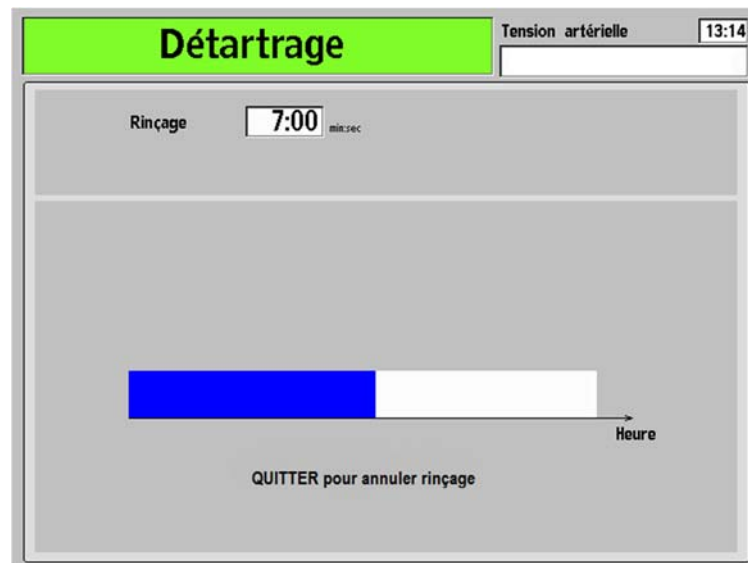

Figure 59 – Écran de détartrage
6. Appuyez sur la touche **CONFIRMER** pour lancer le cycle de détartrage. L'écran « Détartrage » s'ouvre (reportez-vous à la Figure 59 – Écran de détartrage). Le temps écoulé est affiché dans la barre horizontale.